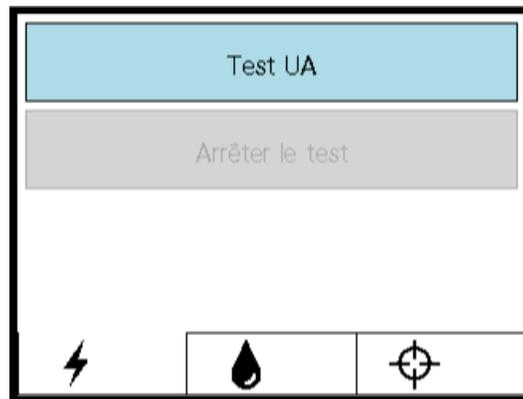
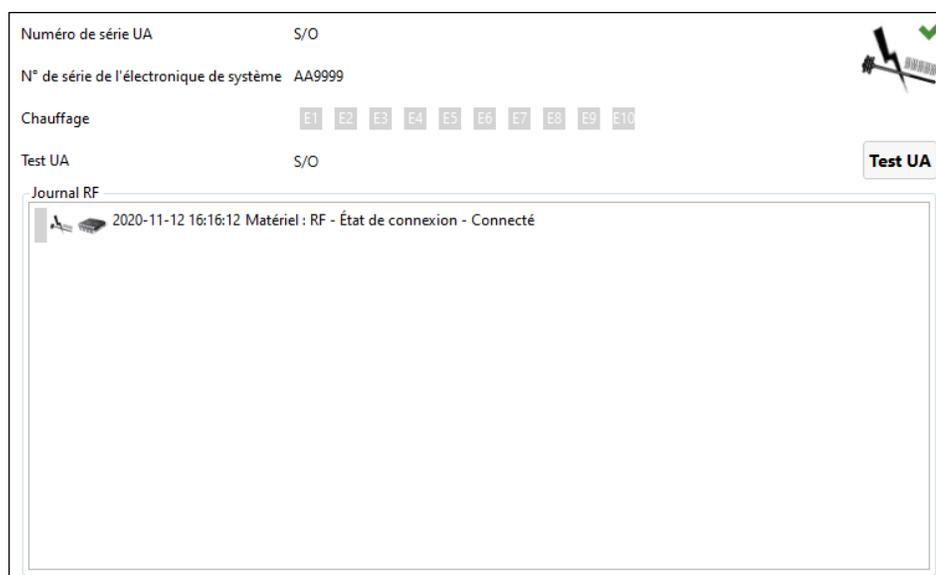
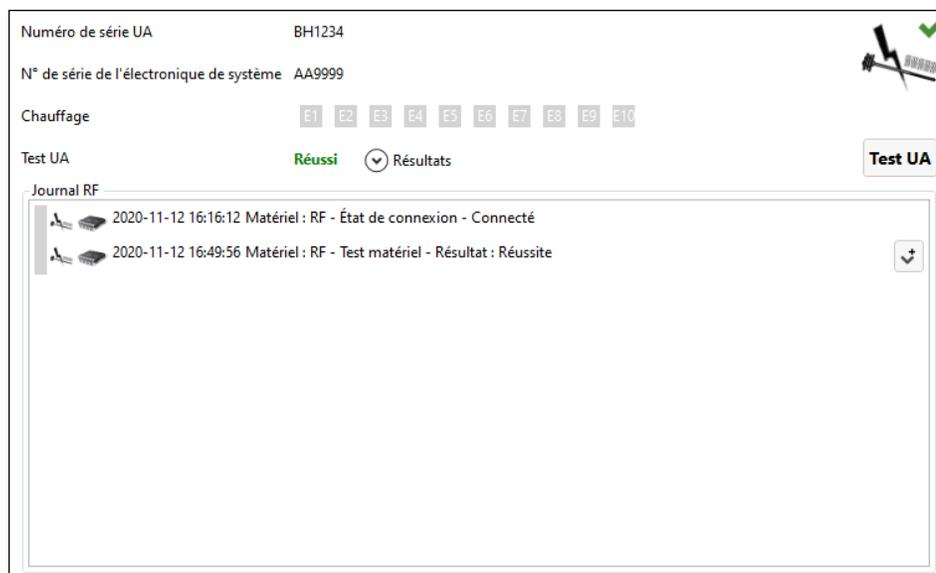

Figure 22 : Écran du PSIB - Onglet RF
Figure 23 : Encadré informatif RF dans l'espace de travail Configuration
Figure 24 : Encadré informatif RF après un test de l'UA réussi
- Dans l'onglet **RF** de l'écran du PSIB (*Figure 22*) ou l'encadré informatif RF de l'espace de travail *Configuration* (*Figure 23*), cliquer sur **Test UA**. Le système enverra une courte impulsion de puissance à chacun des dix éléments de l'UA pour assurer la continuité et la fonctionnalité des dix canaux.
Lorsque le test de puissance RF est terminé, le PSIB affiche un court message (Figure 22). Les résultats détaillés du test RF sont disponibles dans l'encadré informatif RF du logiciel TDC (Figure 24).